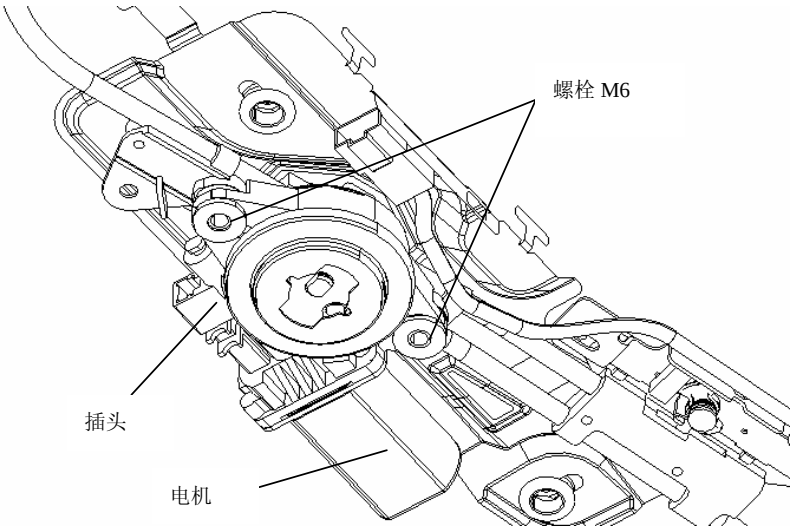

图 8-90 拆天窗电动机
- 2. 按图 8-90 所示方法断开并取下插头，卸下螺栓。